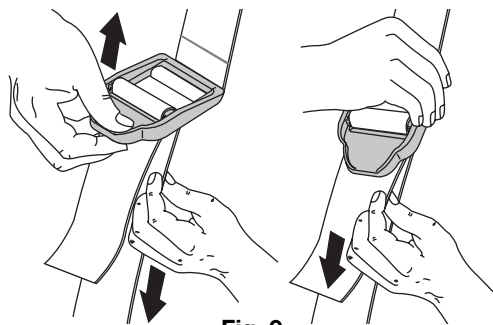

Fig. 9
- Ajuste la longitud a la medida del operador. Tire de la lengüeta para alargarla, tire de la correa para acortarla (Fig. 9).